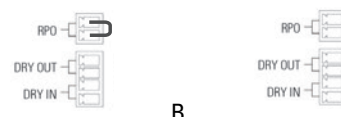

Fig. 21. Conector para o RPO externo.
- Ao retirar o conector fêmea da base onde está inserido. Este conector está ligado a um cabo como derivação que fecha o circuito (ver Fig. 21-A).
- Ou ao acionar o botão externo ao equipamento e pertencente ao utilizador e instalado entre os terminais do conector (ver Fig. 21-B). A ligação ao interruptor deve ser realizada no contacto normalmente fechado (**NC**), pelo que abrirá o circuito ao ser acionado.